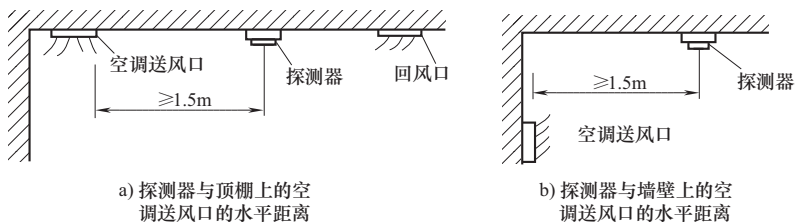

图 8-13 在有空调房间内探测器的安装位置示意图
(4) 在有空调房间内，探测器的位置要靠近回风口，远离送风口，探测器至空调送风口边缘的水平距离应不小于 1.5m，如图 8-13 所示。当探测器装设于多孔送风顶棚时，探测器至多孔送风顶棚孔口的水平距离应不小于 0.5m。
(5) 当房屋顶部有热屏障时，感温火灾探测器直接安装在顶棚，感烟火灾探测器下表面至顶棚的距离 d 应当符合表 8-5 的规定。